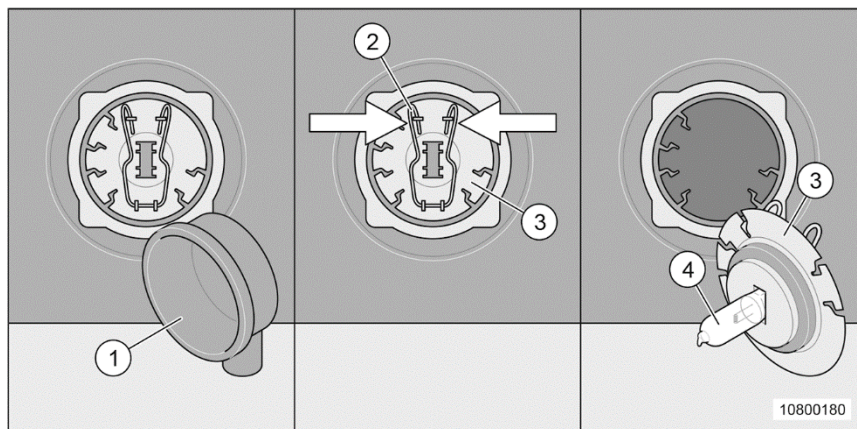

Fig. 179 Remplacement de l'ampoule du feu antibrouillard
1. Enlever l'écran (Fig. 179/1).
2. Comprimer les pinces (Fig. 179/2).
3. Retirer l'ampoule (Fig. 179/3) du culot et la remplacer.
- En remplaçant l'ampoule, ne pas toucher le verre (Fig. 179/4) avec les mains.